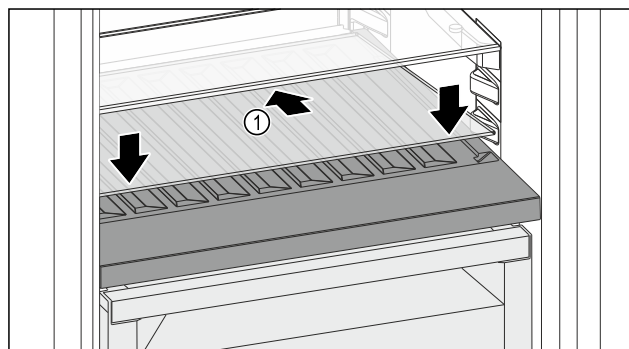

Fig. 84
- ▶ Placer la plaque de verre Fig. 84 (1) en biais et inclinée vers le bas.
- ▶ Abaisser l'avant de la plaque de verre Fig. 84 (1).